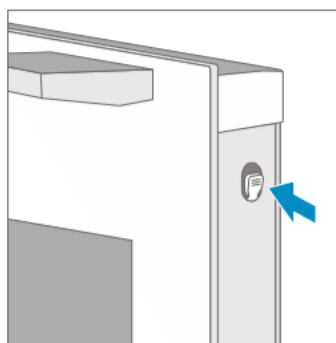

Abbildung 1: Kunststoffclip
1. Drücken Sie auf die rechte und linke Seite der Tür (Abbildung 1);